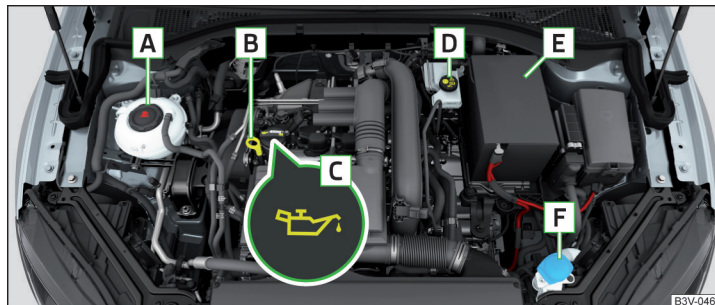

Abb. 316 Anordnungsbeispiel im Motorraum
- › Den Deckel der Motoröleinfüllöffnung **C** abschrauben » Abb. 316 auf Seite 282.